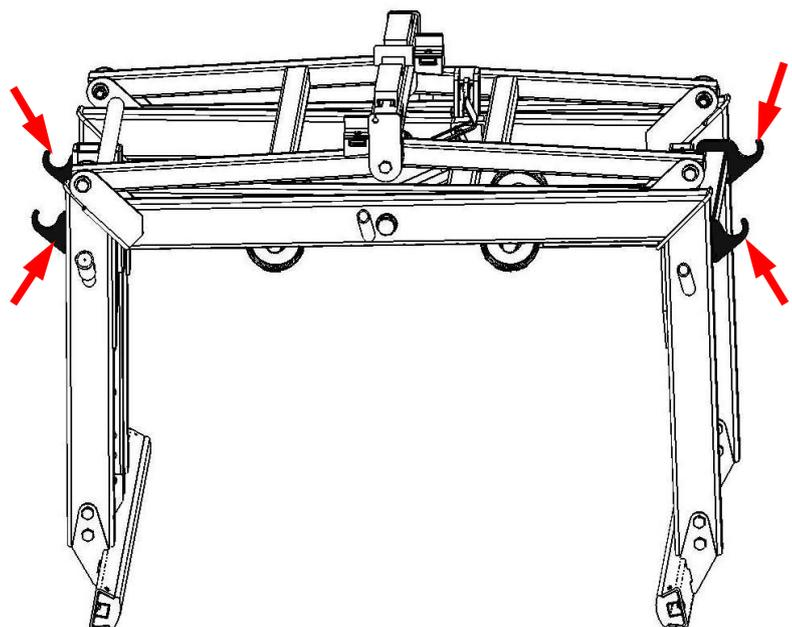

Abb. 3
<p>1.) Alle 4 Netzhaltungen jeweils seitlich am Gerät einhaken. (siehe Abb. 1 + Abb. 3)</p>  <p>Abb. 1</p>	 <p>2.) Netzhaltungen relativ weit außen am Gerät (SG) positionieren (↔).</p>  <p>Abb. 2</p>